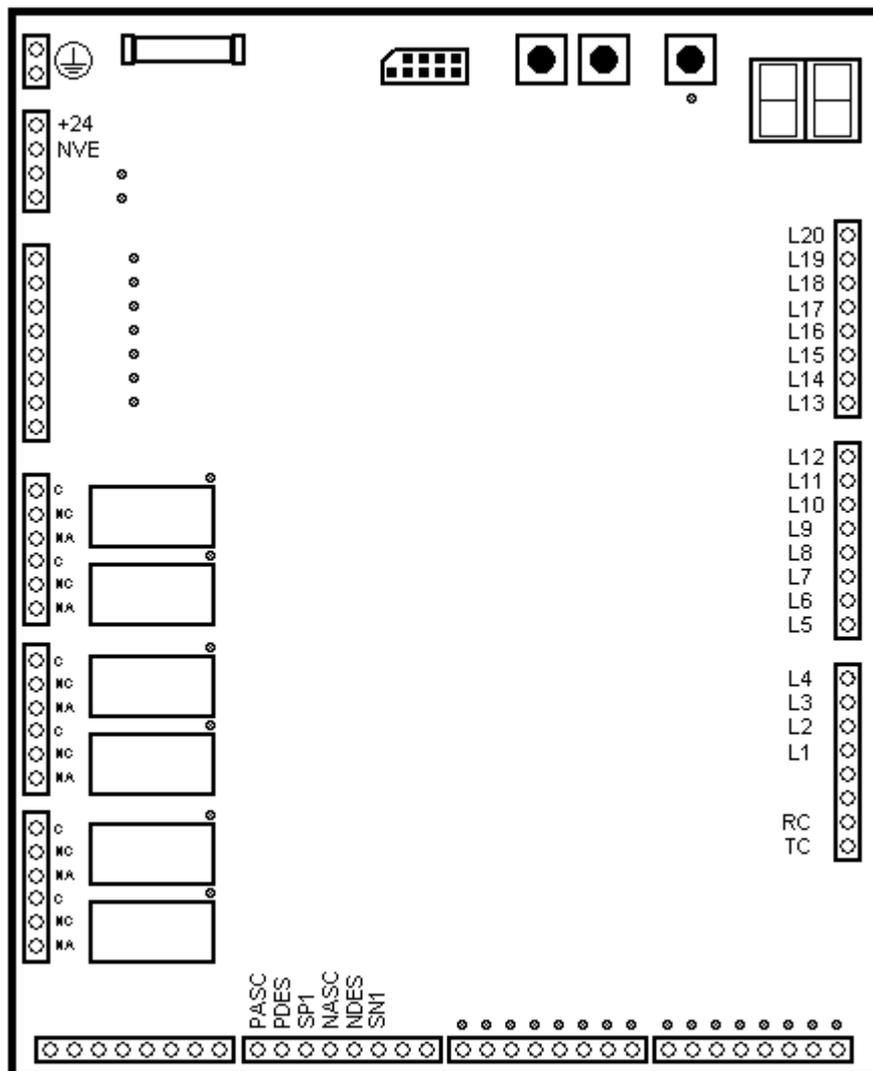
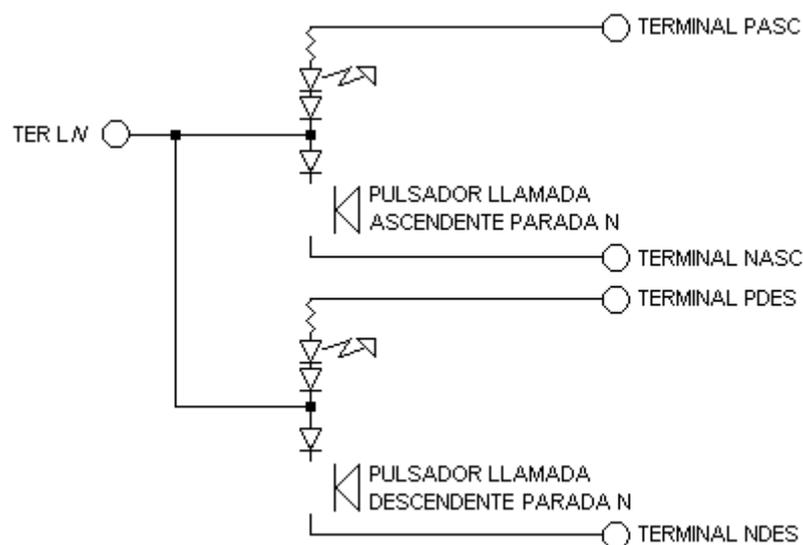

Figura 20
Figura 21
- El pulsador de llamada ascendente a la parada *N* se conecta al borne LN (Figura 20), y a los bornes PASC y NASC (Figura 21)
- El pulsador de cabina descendente del piso *N* se conecta al LN, y a los bornes PDES y NDES (Figura 21).
En el circuito de la Figura 21, los LEDs de registro activos destellan. Para eliminar este destello, se pueden conectar los LEDs de registro según la figura Figura 11.